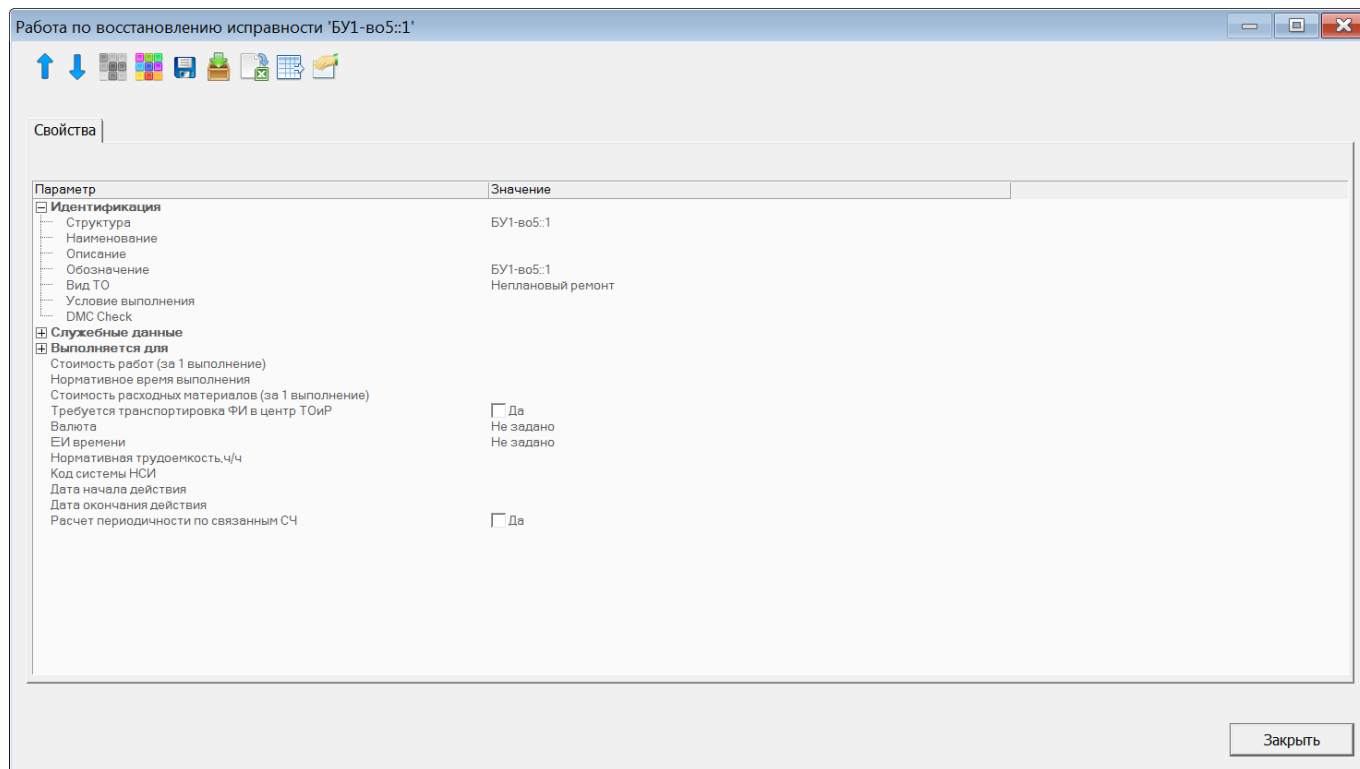
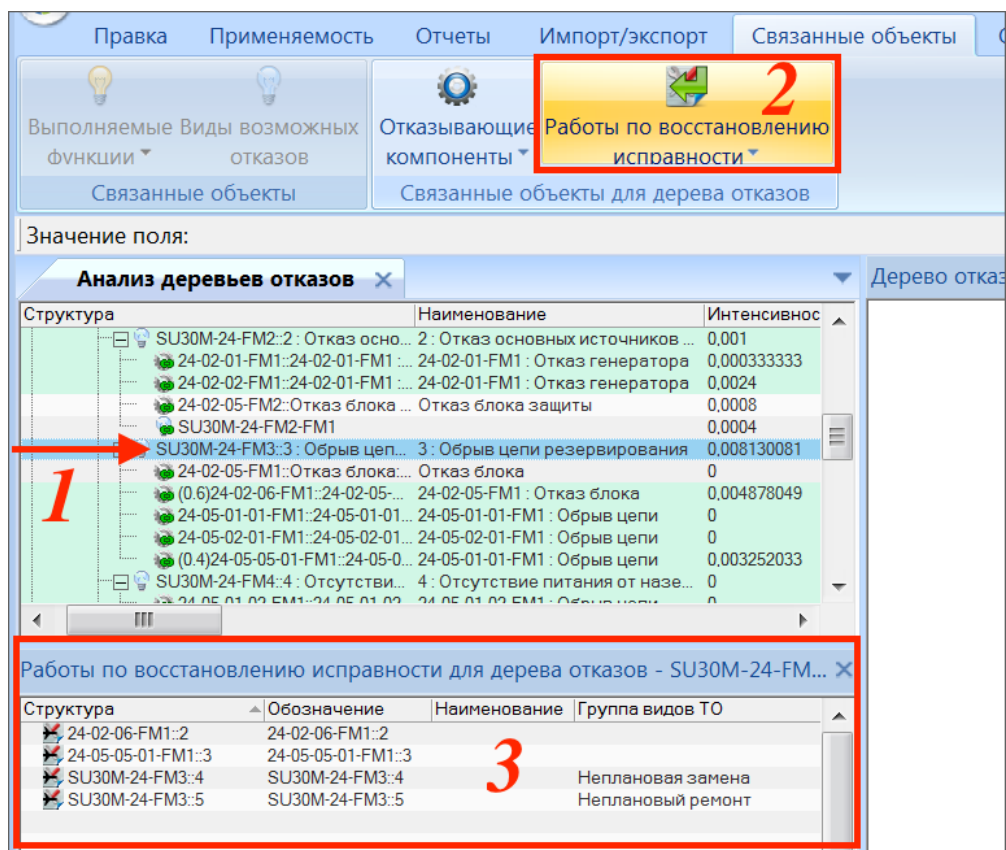

Рис. 10-363 – Окно свойств вида ТО – работы по восстановлению исправности
Рис. 10-365 – Перечень выполняемых работ
- 7) В результате откроется диалоговое окно «Метод восстановления исправности» (рис. 10-363).
3) В результате откроется диалоговое окно «Метод восстановления исправности» (рис. 10-365), аналогичное приведенному на рис. 10-363. В поле «Метод восстановления» выводится значение «Ремонт» и оно не доступно для изменения.